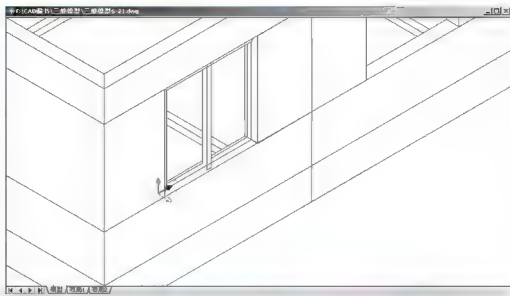

图 6.21 绘出图中的玻璃(消隐高亮)
- (1) 执行【多段线】命令。
- (2) 在指定起点: 提示下, 捕捉已绘制的上边框的中点作为多段线的起点。
- (3) 在指定下一个点或 [圆弧 (A)/ 半宽 (H)/ 长度 (L)/ 放弃 (U)/ 宽度 (W)]: 提示下, 输入“W”后按 Enter 键。
- (4) 在指定起点宽度 <0.0000>: 提示下, 输入“80”后按 Enter 键。
- (5) 在指定端点宽度 <80.0000>: 提示下, 按 Enter 键执行尖括号内的默认值“80.0000”。
- (6) 在指定下一点或 [圆弧 (A)/ 闭合 (C)/ 半宽 (H)/ 长度 (L)/ 放弃 (U)/ 宽度 (W)]: 提示下, 捕捉已绘制的下边框的中点作为多段线的终点, 然后按 Enter 键结束命令, 结果如图 6.21 所示。